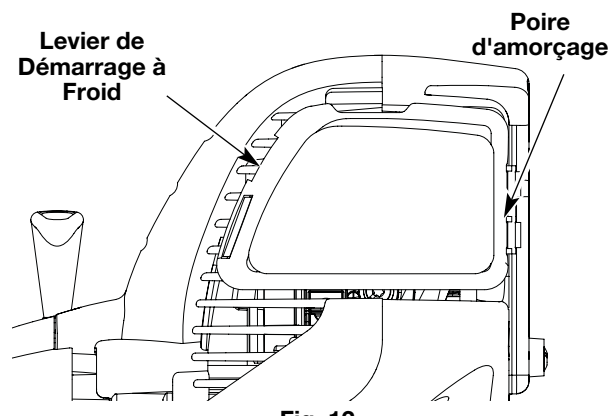

Fig. 12
3. Pressez et relâchez la poire d'amorçage à 10 reprises, lentement. Une certaine quantité de **carburant devrait être visible dans la poire d'amorçage** et les conduites de carburant (Fig. 12). Si vous n'apercevez pas de carburant dans la poire, pressez et relâchez la poire autant de fois que nécessaire jusqu'à ce que vous aperceviez du carburant dans cette dernière.